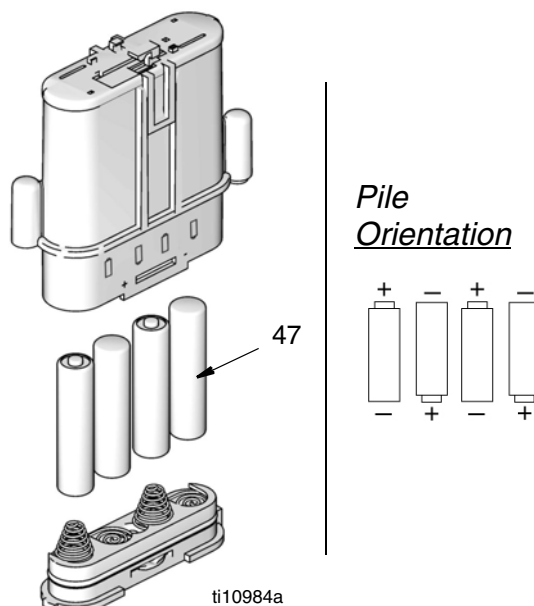

FIG. 37
<ul style="list-style-type: none"> N'utilisez que des piles de la taille et du type spécifiés dans ce manuel. <p>Piles ayant l'espérance de vie requise :</p> <ul style="list-style-type: none"> Energizer E91 <ul style="list-style-type: none"> Assurez-vous de respecter la polarité lors de l'installation des piles dans le compartiment des piles (FIG. 37). L'inversion des piles peut endommager le compteur. <ul style="list-style-type: none"> Ne mélangez pas des piles de différents types ou des piles usagées avec des piles neuves. Remplacez toujours les 4 piles par 4 piles neuves.
- Installez de nouvelles piles. Voir FIG. 37 pour l'orientation des piles.